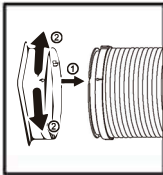

Fig. 1
1. Alinee las flechas del conector de entrada de la manguera y la manguera. Coloque el conector de entrada de la manguera girándolo en sentido horario o antihorario. (fig. 1)